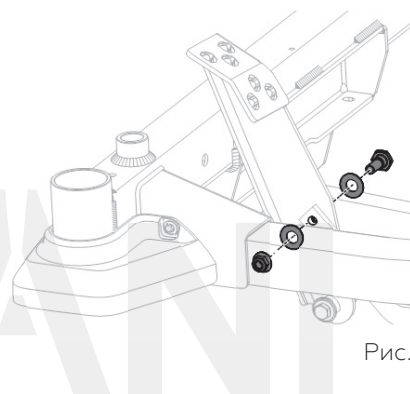

Рис. 25
2. Отверните болт с шестигранной головкой, шайбу и гайку с шестигранной головкой в центральной части педального узла (рис. 25).
3. Установите педаль в оптимальное положение в зависимости от предпочтений оператора (рис. 25).